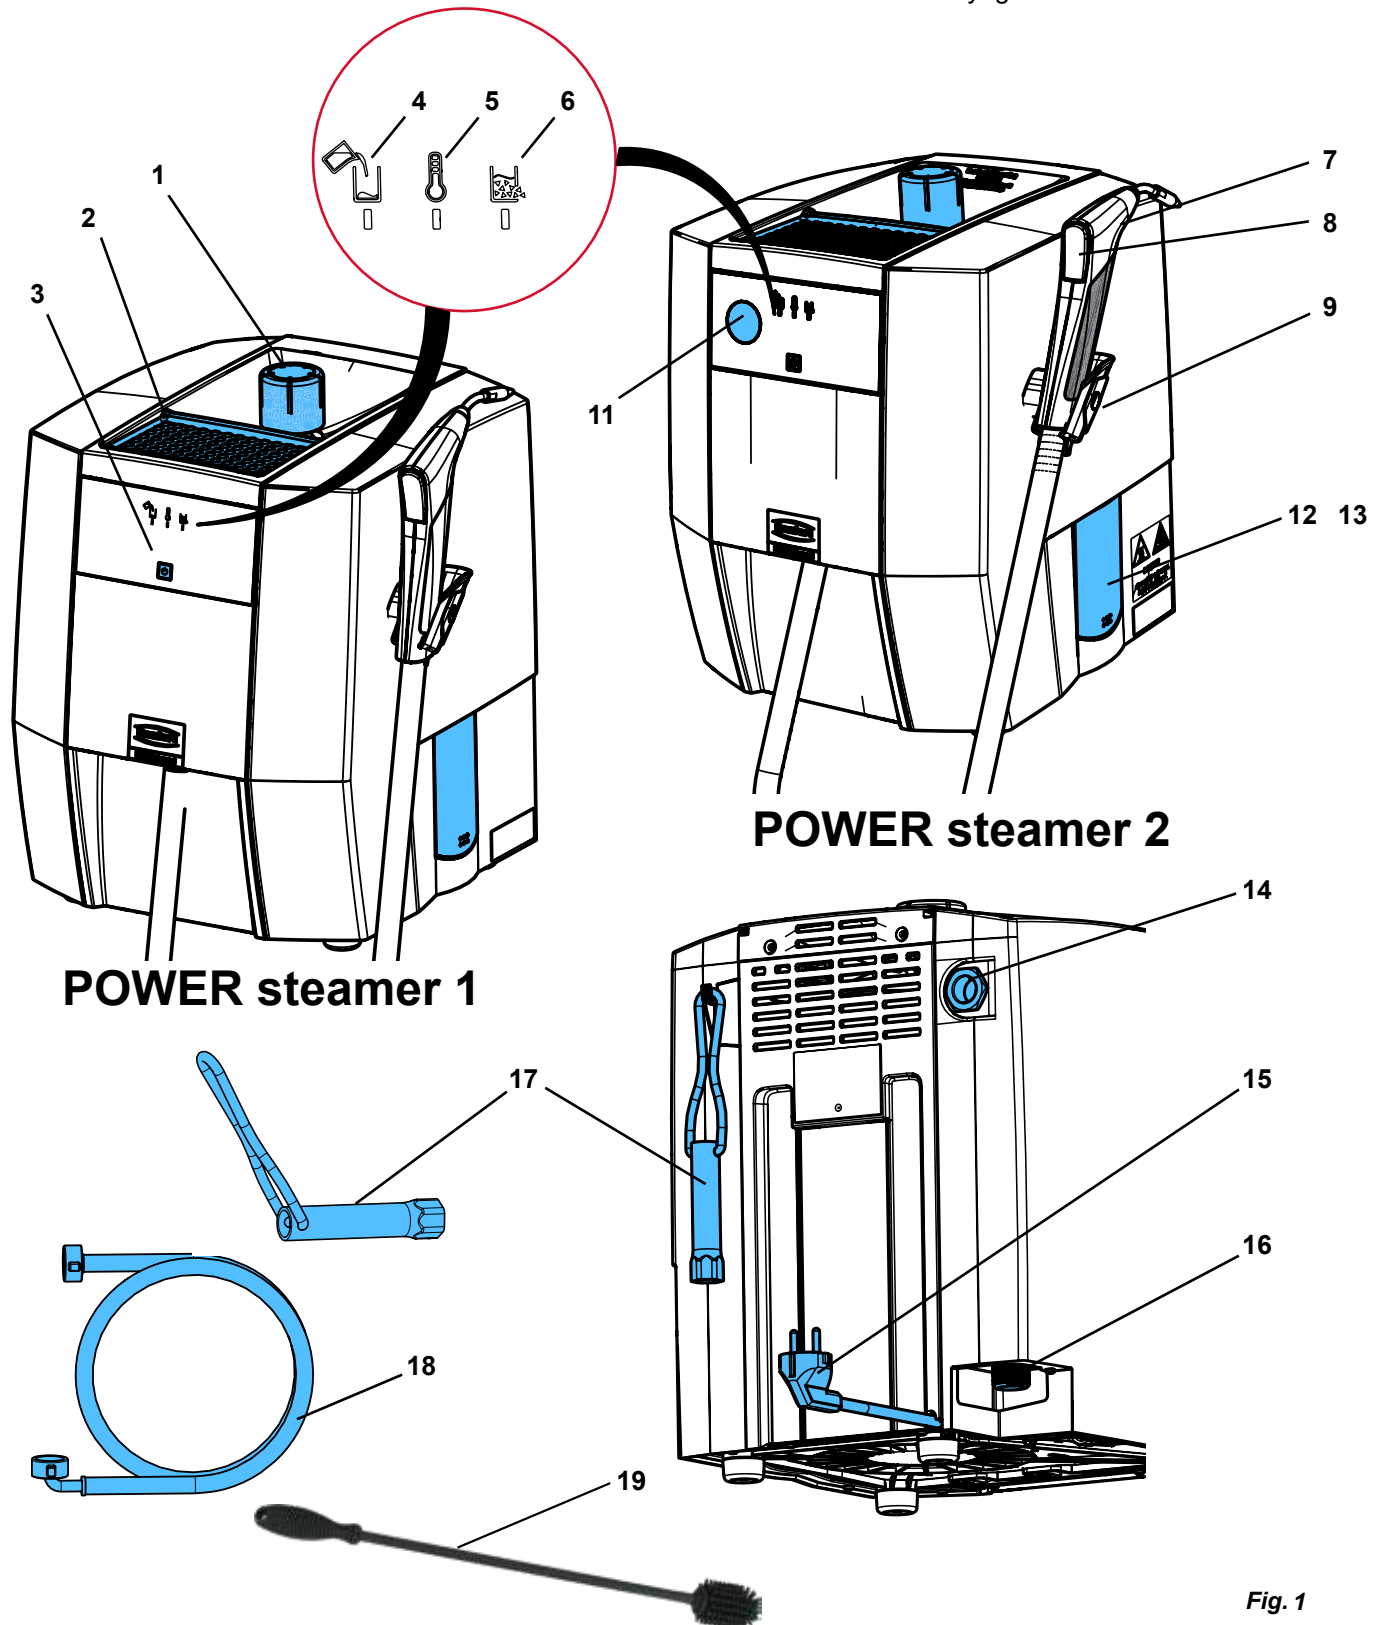

Fig. 1
- ▶ Placer l'appareil de sorte à éviter tout danger au niveau de l'évacuation de la vapeur par la vanne de surpression (14, Fig. 1).
Des modèles en plâtre ou de revêtement peuvent être déposés pour séchage sur l'emplacement (2, Fig. 1).
⇒ Visser le bouchon de réservoir (1, Fig. 1).
**Placer l'appareil de sorte à éviter tout phénomène dangereux en cas de sortie de vapeur par la vanne de surpression (14, Fig. 1) (ne pas placer l'appareil devant une prise de courant par ex.).**
**La vanne de surpression de l'évacuation de la vapeur (14, Fig. 1) ne doit pas être obturée ou bloquée d'une manière ou d'une autre.**
Risque dû à la vapeur d'eau sous pression ! Avant d'ouvrir le bouchon de l'ouverture de révision, veiller à ce que le réservoir sous pression soit complètement dépressurisé. Ouvrir et retirer le bouchon de réservoir (1, Fig. 1).
- ⇒ Placer l'appareil de sorte que l'eau puisse s'écouler de l'ouverture de révision (12/13, Fig. 1) dans une cuve.